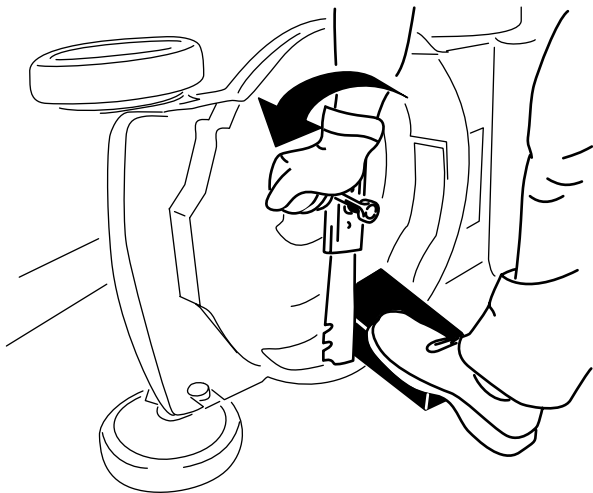

Figura 39
- Usate un blocco di legno per tenere ferma la lama (Figura 39).
- Togliete la lama e conservate la bulloneria di montaggio (Figura 39).